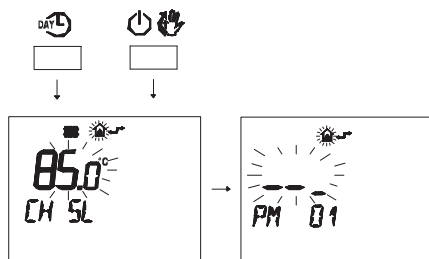

Рис. 5.38
- Нажмите одновременно кнопки **DAY** и **⏻**, чтобы войти в поле ввода настроек (Рис. 5.38).